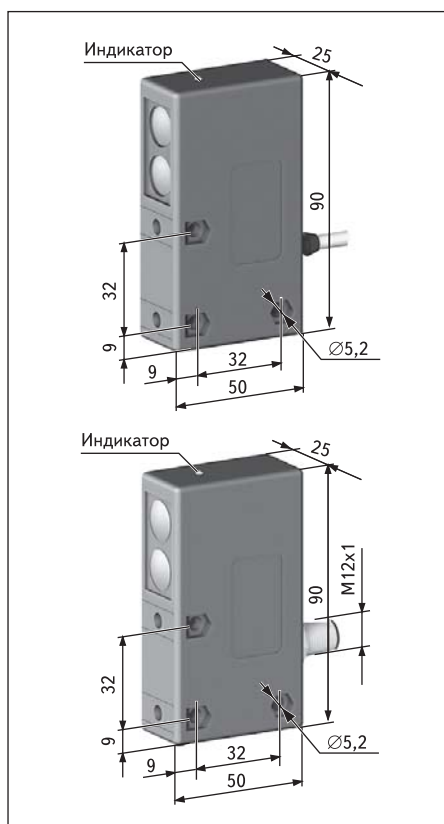

Рис. 3. Исполнения датчиков в корпусах 36
- пластмассовые прямоугольные 36 (рис. 3) со степенью защиты IP65;